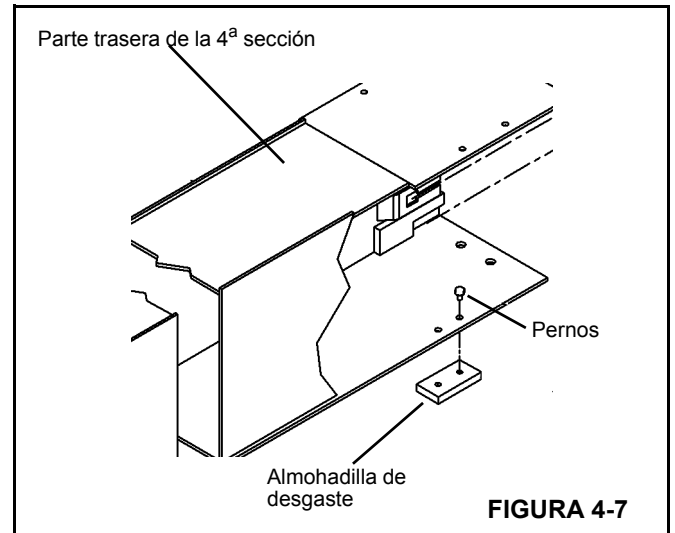

FIGURA 4-7
2. Fije las almohadillas de desgaste traseras a la parte inferior de la 4ª sección según se marcaron durante el retiro. Aplique pasta selladora de roscas Loctite 242 (azul) a todos los pernos de montaje de las almohadillas de desgaste (Figura 4-7).